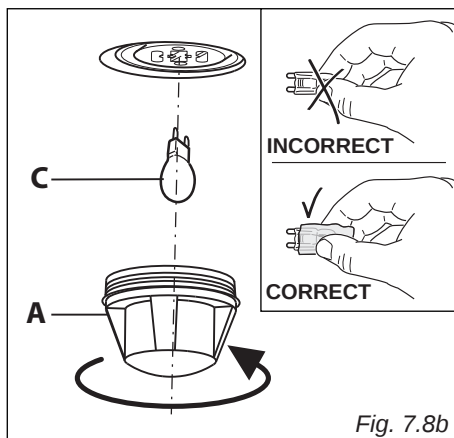

Fig. 7.8b
- Retirez le couvercle de protection "A" (fig. 7.8b).